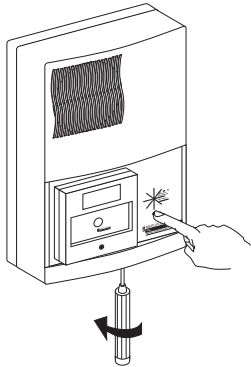

fig. 13
- le voyant vert s'allume (figure 13)